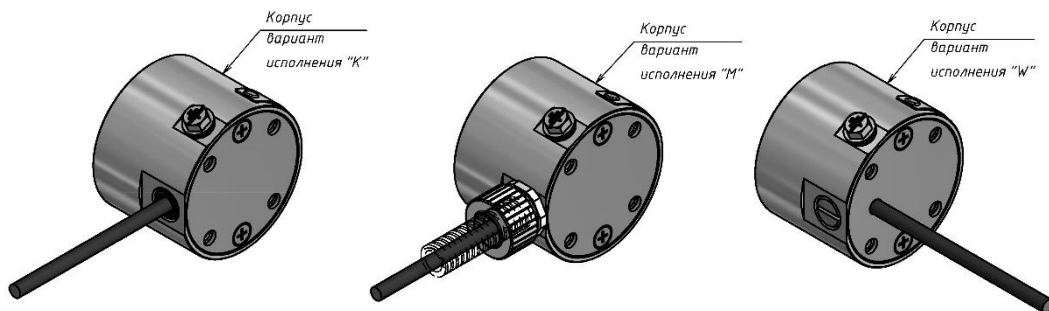

Рисунок 2 - Варианты исполнения корпусов.
- корпус (варианты корпусов- рисунок 2)..... 1 шт.